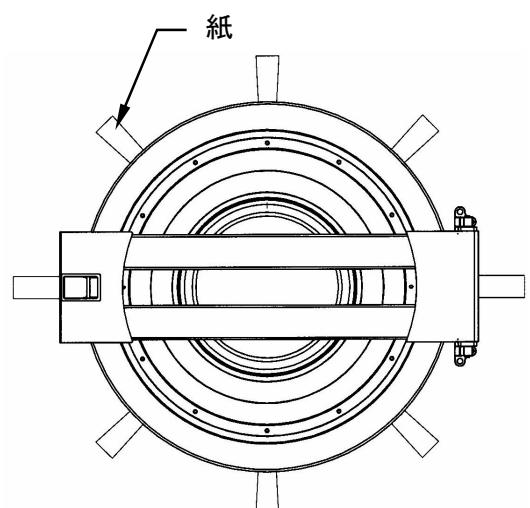

図 8-10
- 紙を(図 8-10)の様に水分を十分拭き取られたドアパッキンとドア口金の間に挟み、ドアを閉めます。